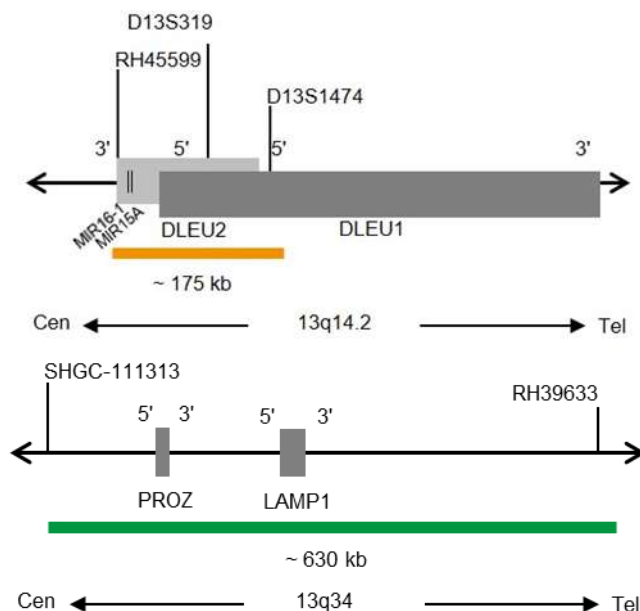

Fig. 1: Em cima: Mapa de sondas SPEC D13S319, em baixo: Mapa de sondas SPEC 13q34 (não à escala)
- Polinucleótidos marcados com ZyOrange (excitação 547 nm/emissão 572 nm) (~4,5 ng/μl), que têm como alvo sequências mapeadas em 13q14.2* (chr13:50,607,438-50,781,256) que albergam o locus D13S319 (ver Fig. 1).
- Polinucleótidos marcados com Wählen Sie ein Element aus. (~10,0 ng/μl), que visam sequências mapeadas em 13q34* (chr13:113,691,216-114,323,467) (ver Fig. 1).